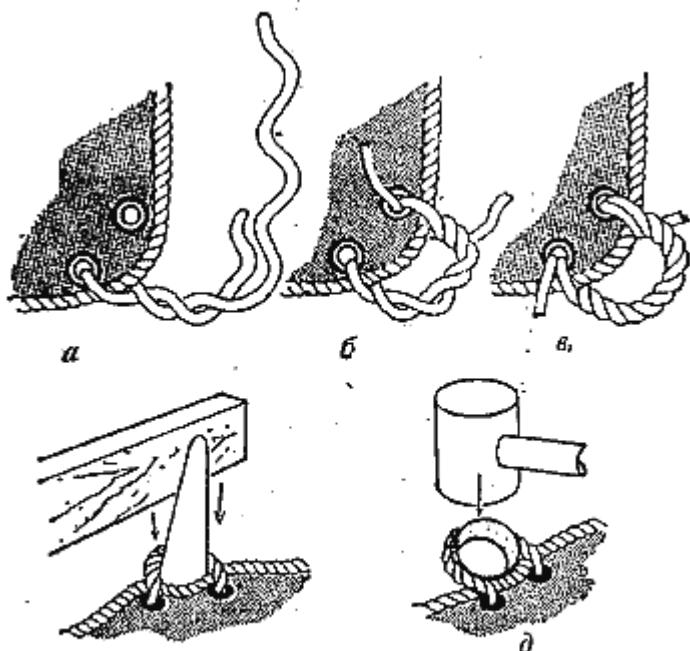

Рис. 62. Заделка кренгельса:
Длинный конец пряди пропускают через второй люверс и закручивают вокруг самого себя к первому люверсу и обратно, пока не образуется кренгельс из трех прядей (рис. 62) — и работа сделана *.
* Концы прядей надо закрепить, связав их полуузлом и наложив на это место бензель или затяжную марку. Иногда расстояние между люверсами на парусе делают меньше, чем диаметр коуша, как показано на рис. 62, чтобы угол охвата коуша кренгельсом был больше. В таком случае между люверсами делают бензель, чтобы парусина в этом месте не была перегружена (прим. переводчика).